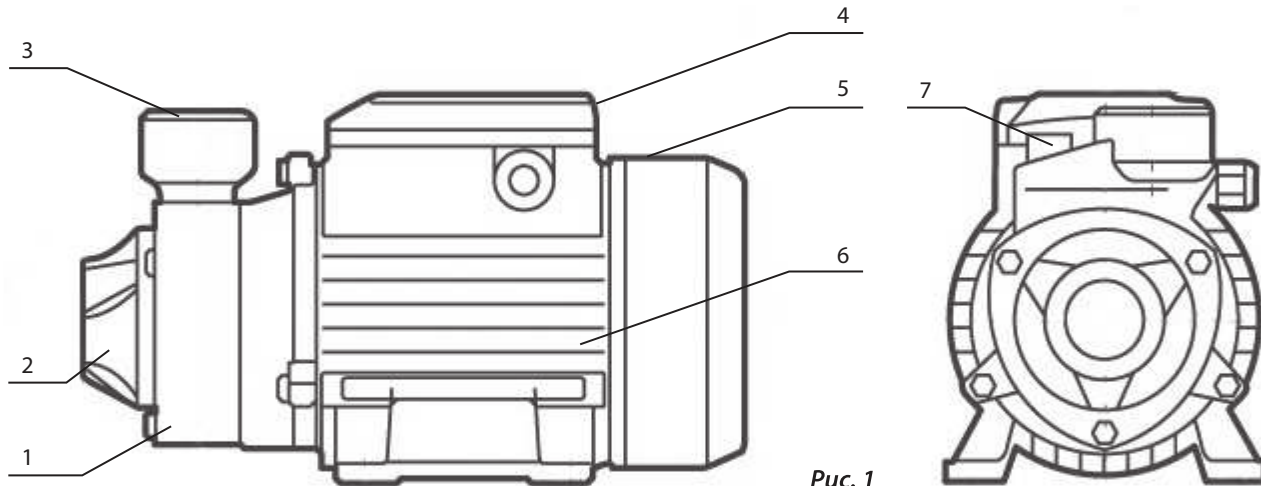

Рис. 1
При первоначальном пуске необходимо предварительно залить насос и всасывающую магистраль водой через заливное отверстие (7). Для этого следует вывернуть пробку и заливать воду до тех пор, пока из заливного отверстия не начнет вытекать вода без пузырьков воздуха, после чего плотно завернуть пробку. (Рис.1)